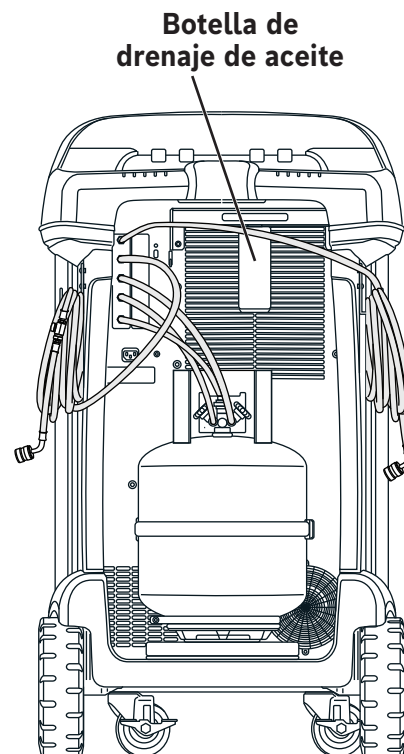

Figura 4
1. Vacíe la botella de drenaje de aceite antes de comenzar una recuperación. Para retirar la botella de drenaje de aceite, desenrosque la de la unidad. Vuelva a instalar la botella de drenaje de aceite. Consulte Figura 4.